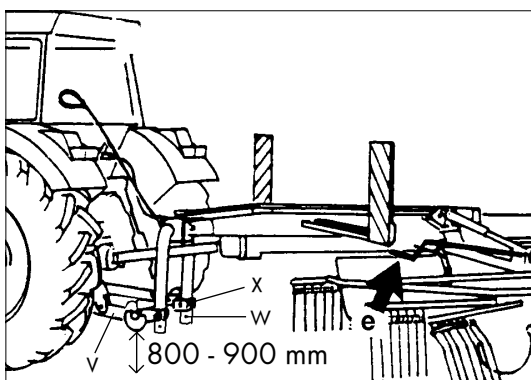

Bild 3-10
2. Unterlenker 800 - 900 mm anheben (Bild 3-10), sodaß der Kreiselschwader waagrecht bis 1° nach vorn geneigt ist. Können die Traktorunterlenker (V) nicht hoch genug ausgehoben werden, so müssen die Gabelstücke (X) in der unteren Position W montiert werden.
6. Mit den Kurbeln (e) die Höhe der Kreisel so einstellen, daß die Zinken den Boden leicht berühren (Bild 3-10)